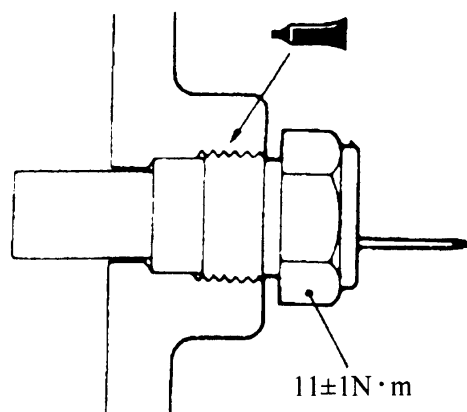

图 20-37
- (4) 检查后，将水温传感器的螺纹部位用指定密封胶涂抹，用规定扭矩紧固（见图 20-37）。